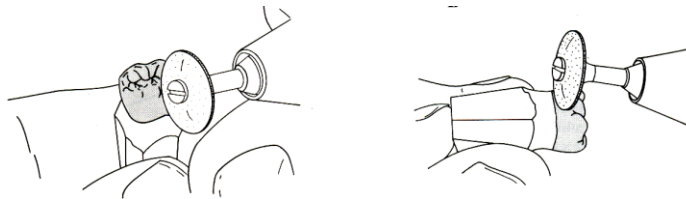

Figura 7 - Polimento com borracha abrasiva Burlew
4. Fazer polimento com borracha abrasiva Burlew montada em mandril (Figura 7). Nas regiões em que a borracha Burlew não alcança, usar lápis para polimento de metal na sequência de maior abrasividade para menor.